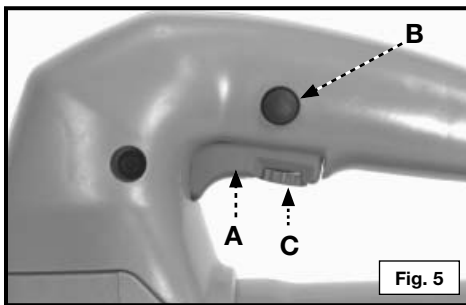

Fig. 5
1. Appuyer sur la gâchette, (A) Fig. 5, pour mettre le moteur en marche. Relâcher la gâchette pour arrêter le moteur.
2. Bouton de verrouillage – Un bouton de verrouillage, (B) Fig. 5, permet de maintenir la scie en « **MARCHE** » au régime maximum sans avoir à appuyer continuellement sur la gâchette. Pour verrouiller la gâchette à plein régime, serrer la « **GÂCHETTE** » à fond, pousser le bouton de verrouillage et relâcher la « **GÂCHETTE** ».
Cette scie est équipée d'une commande réglable de vitesse variable, et la plage de vitesses est de 500 à 3100 SPM. Le régime se règle en tournant le cadran de commande (C) Fig. 5. La commande de régime peut être réglée avec le moteur en marche ou à l'arrêt.